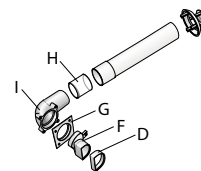

Fig. 17
- Innestare la tubazione Ø 35 mm o la curva a 90° alla riduzione frapponendo l'apposita guarnizione di tenuta **G** da inserire nel banchiere della curva o del tubo (Fig. 17).
- Per unire una curva ad un tubo o due tubi tra loro innestarli e ricoprirli con la guarnizione di tenuta **H** (Fig. 17).